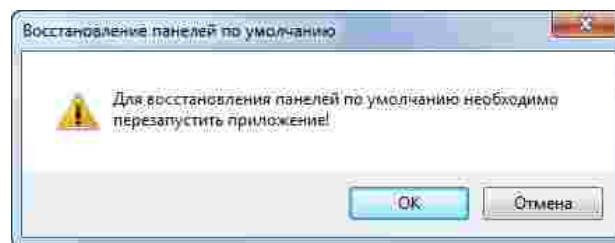

Рис. 45 Сообщение о перезагрузке программы
3. Закройте окно «Сообщение» с предупреждением о необходимости перезагрузки приложения для применения новых настроек см. Рис. 45 и выполнить перезагрузку приложения Delta Design.